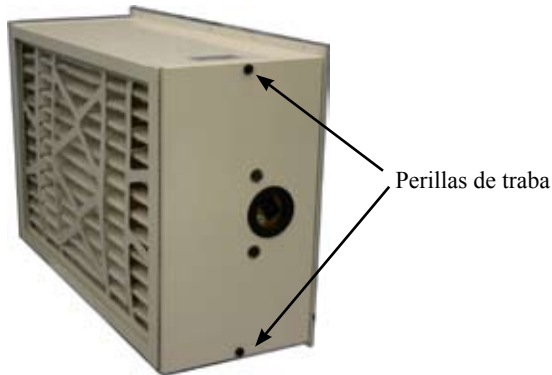

Fig. 1 - Desconecte el cable de alimentación de la unidad SPHE. Desatornille las dos perillas de traba y quite la puerta.
1. Desconecte el cable de alimentación de la unidad de SP HE. Desatornille las dos perillas de traba y quite la puerta. (Fig. 1)
1. Retire el filtro como se indicó anteriormente. (Figs. 1, 2)